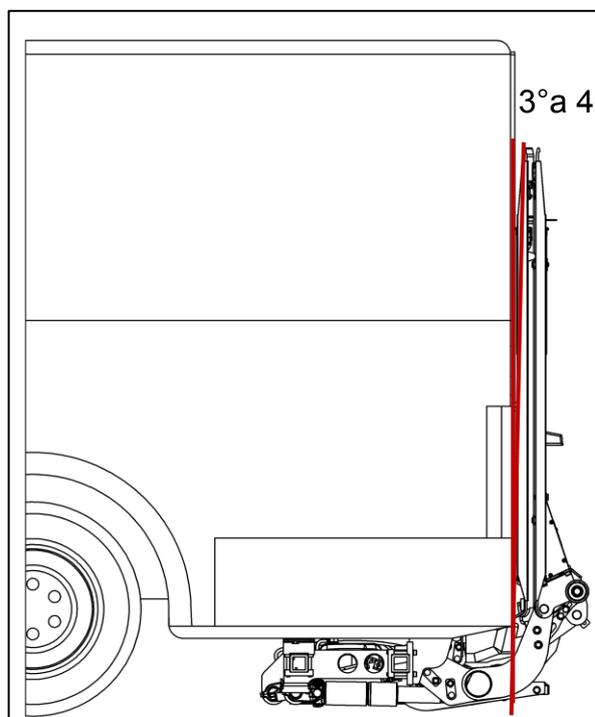

Fig. 77
- Cierre hidráulicamente la plataforma hasta casi la vertical, dejándola abierta de 3° a 4° (ver Fig. 77).